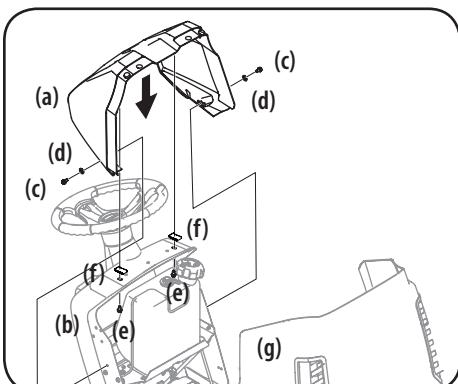

Figura 2-22
- Si la cubierta del tablero (a) se envía suelto, el hardware para la fijación de la cubierta guión (a) se envía instalado en la cubierta guión (a) y el guión (b). Retire los dos tornillos (C) y las arandelas (D) del guión (g) y dos tornillos (e) y (f) los clips de la cubierta del guión (b). Vea la Figura 2-22.
- Montar la cubierta del tablero (a) y alinee los orificios de montaje. Utilizando los tornillos (C / E), arandelas (d) y los clips (f) instalar la cubierta guión (a) y ajustando los tornillos (c) de modo que la cubierta guión (a) se puede ajustar. Vea la Figura 2-22.
- Cerca de la campana y alinee la cubierta guión (a) a la campana (g), dejando un espacio uniforme entre la campana (g) y la cubierta guión (a). Vea la Figura 2-22.
- Levante el capó (g) y apretar los tornillos (c/e) que sujetan la cubierta del tablero (a) en el tablero (b). Vea la Figura 2-22.